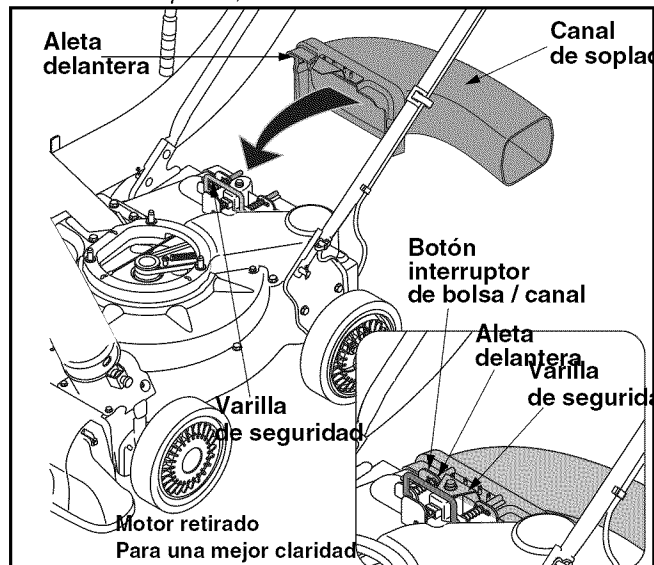

Figura 7
- Tome el canal de soplado con una mano y deslice la varilla de seguridad del soporte de montaje hacia el motor con la otra mano. Use el extremo del soporte de montaje como palanca cuando deslice la varilla de seguridad. Vea la Figura 7.
- Tome el canal de soplado con una mano y tire de la varilla de seguridad del soporte de montaje hacia el motor con la otra mano para soltarlo. Consulte la Figura 7.